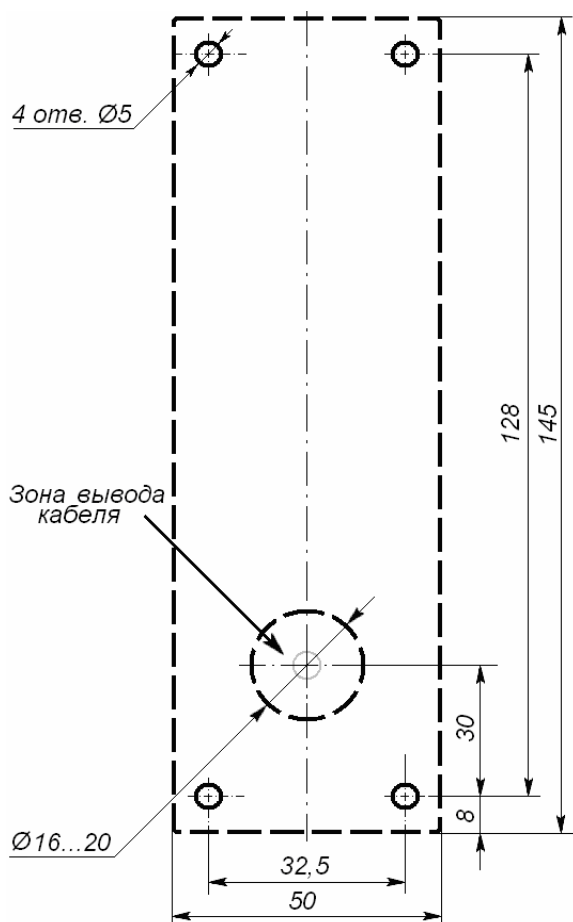

Рисунок 3. Разметка отверстий для установки контроллера (пунктиром показаны габариты корпуса контроллера)
3. Произведите разметку и разделку отверстий на установочной поверхности для крепления металлического основания и проводки кабеля от контроллера согласно схеме, представленной на рис. 3.